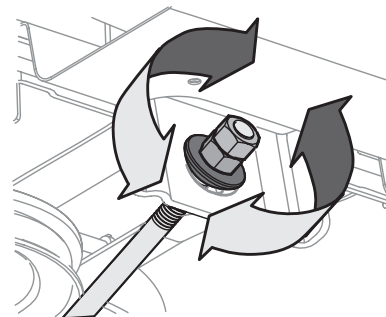

Figure 21
- Pour **relever** l'avant du plateau de coupe, desserrez l'écrou supérieur, puis resserrez l'écrou inférieur (tournez vers la droite). Voir Figure 21. Une fois le réglage approprié effectué, serrez l'écrou supérieur à un couple de 25-30 pi-lb (33,9-40,7 N-m).
- Pour **abaisser** l'avant du plateau de coupe, desserrez l'écrou supérieur, puis l'écrou inférieur (tournez vers la gauche). Voir Figure 21. Une fois le réglage approprié effectué, serrez l'écrou supérieur.